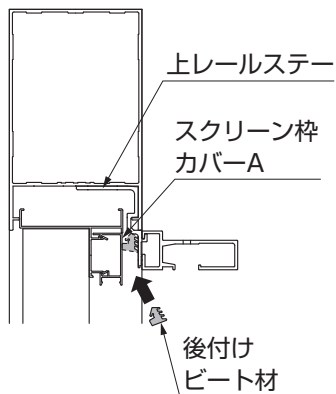
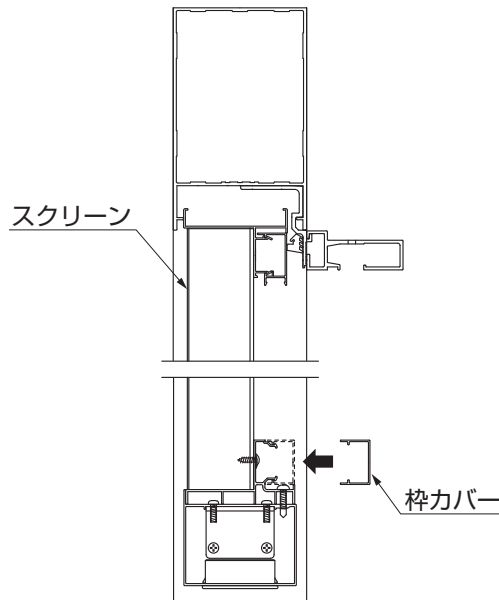

図8-5 ビート材の取付け
図8-6 A部詳細図
- ②後付けビート材をスクリーン枠カバーAと上レールステーのすき間にはめ込んでください。(図8-5参照)
- ③余分な後付けビート材を切詰めてください。
- ④枠カバーをスクリーンの下側にはめ込んでください。(図8-6参照)